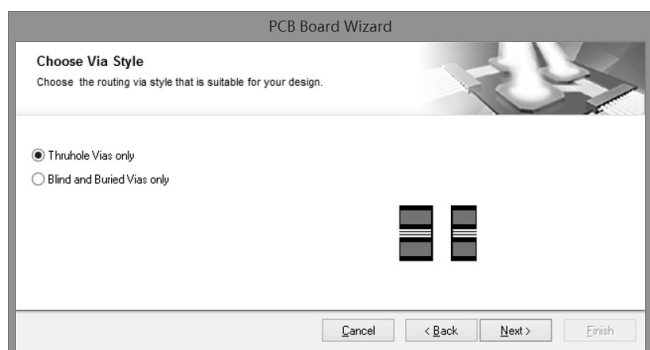

图 6-4-11 PCB 过孔类型设置
(6) 单击【Next】按钮进入下一个对话框，设置所使用的过孔类型。部分属性含义如下。
- **Thruhole Vias only:** 穿透式过孔，对于双层板只能使用穿透式过孔，如图 6-4-11 所示。